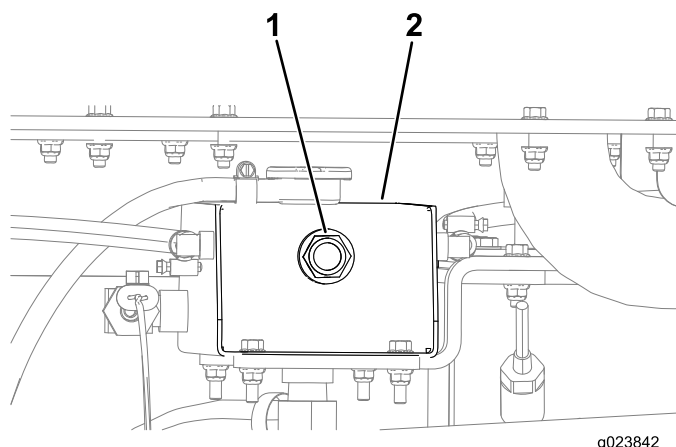

Рисунок 107
4. Проверьте уровень охлаждающей жидкости по указателю на торцевой поверхности бака радиатора (Рисунок 107).